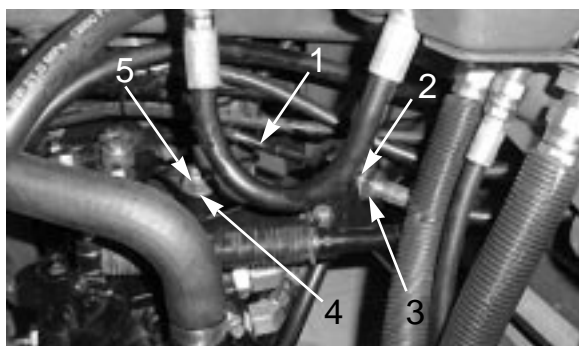

図 52
A. 走行ケーブルをハイドロスタッドのバルクヘッドに取り付けているジャムナット（図52）を両方ともゆるめる。ジャムナットは調整ができるよう十分に、また均等にゆるめること。
注：偏芯ナットをハイドロスタッド上部に止めているナット（図52）をゆるめてください。
C. どちらにも車輪が回らない位置まで偏芯ナットを回して調整する。調整ができたなら固定ナットを締める（図52）。スロットルSLOWおよびFAST位置で調整が正しいことを確認する。
D. バルクヘッドのそれぞれの側から、ロックナットを均等にしめて、ケーブルを固定する（図52）。このときケーブルをねじらないように注意する。